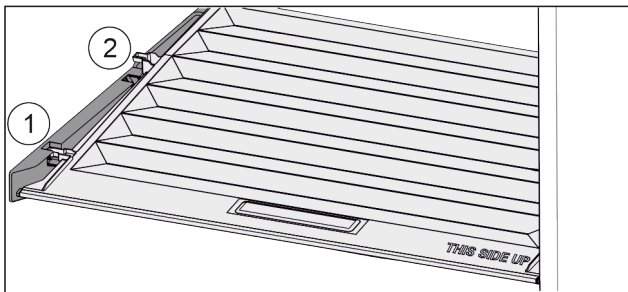

Fig. 147
- ▶ Tirare in avanti il coperchio fino all'apertura nei fermi Fig. 147 (1).
- ▶ Sollevare posteriormente dal basso e togliere verso l'alto Fig. 147 (2).